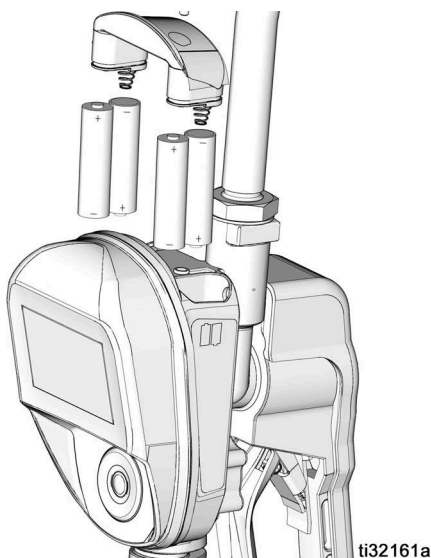

图 48
- 在电池盒中安装电池时，确保要按照计量分配阀任一侧的安装标签上所示的正确极性安装（图 48）。
4. 安装 4 节新电池。有关电池的方向，请参见机罩每一侧的标签和图 48。